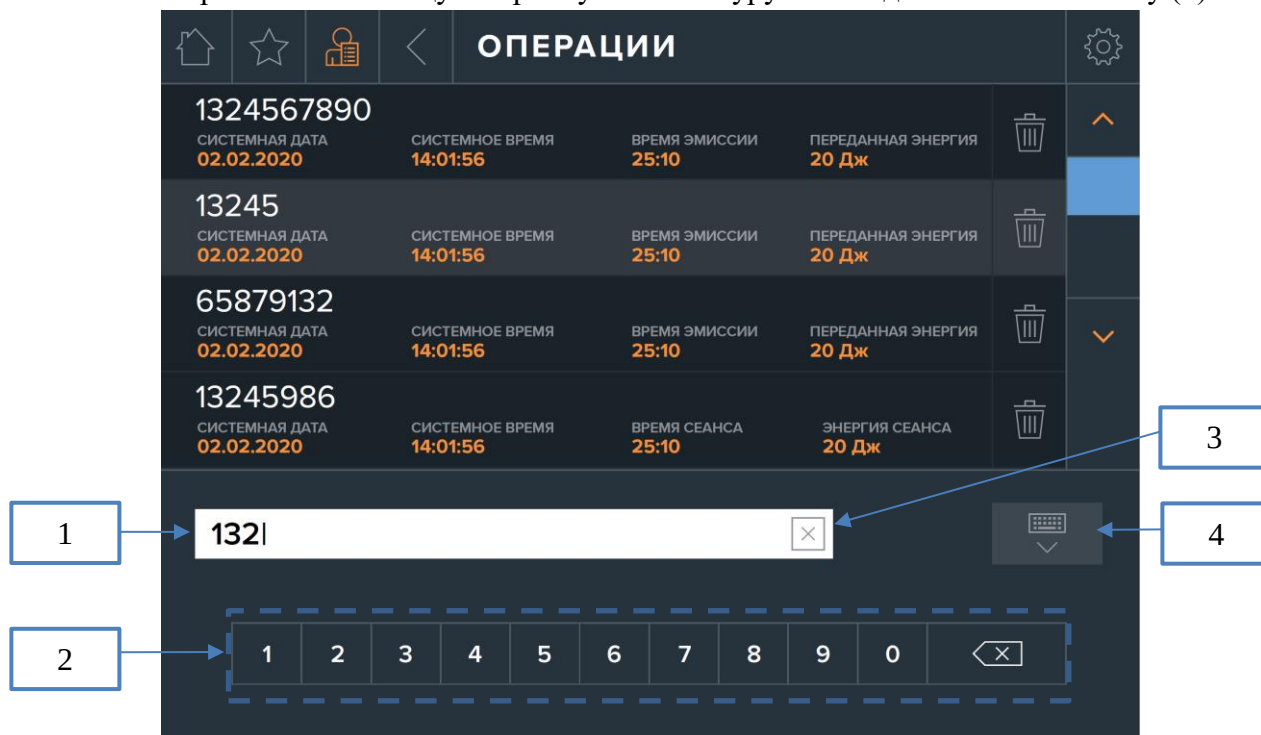

Рис. 26. Экран «ОПЕРАЦИИ».
На экране «ОПЕРАЦИИ» присутствует возможность фильтрации номеров операций по ключевому слову, введенному в поле поиска. При нажатии кнопки (5), на экране появляется цифровая клавиатура для ввода ключевого слова (рис. 26).
Для ввода ключевого слова в поле поиска, используется экранная клавиатура (2) (рис.26). При этом, на экране отображаются операции, в номера которых входит введенное ключевое слово.